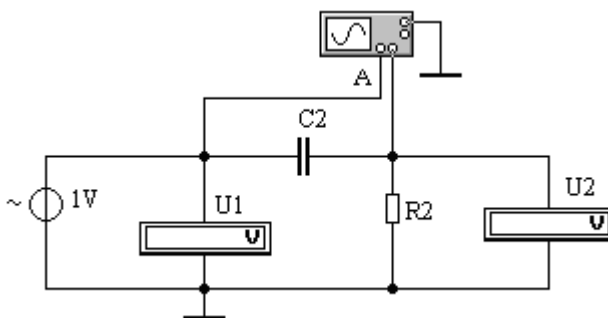

Рисунок 2 - Схема исследования частотных характеристик ВЧ-1
1. Собрать схему электрической цепи (рисунок 2).